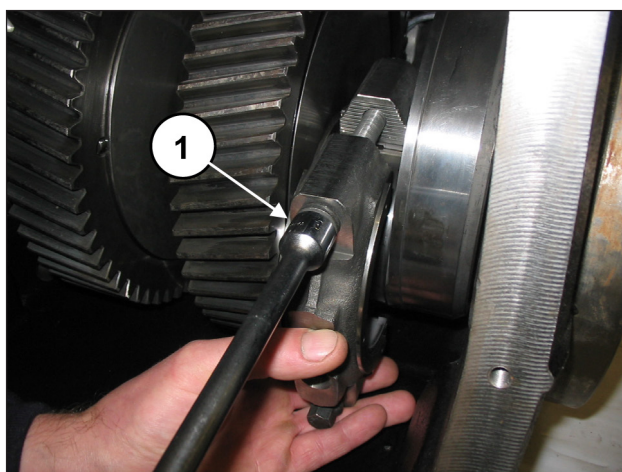

Fig. 83
Fissare i cappelli alle semibielle mediante le viti M12x1.25x87 (pos. ①, Fig. 83).